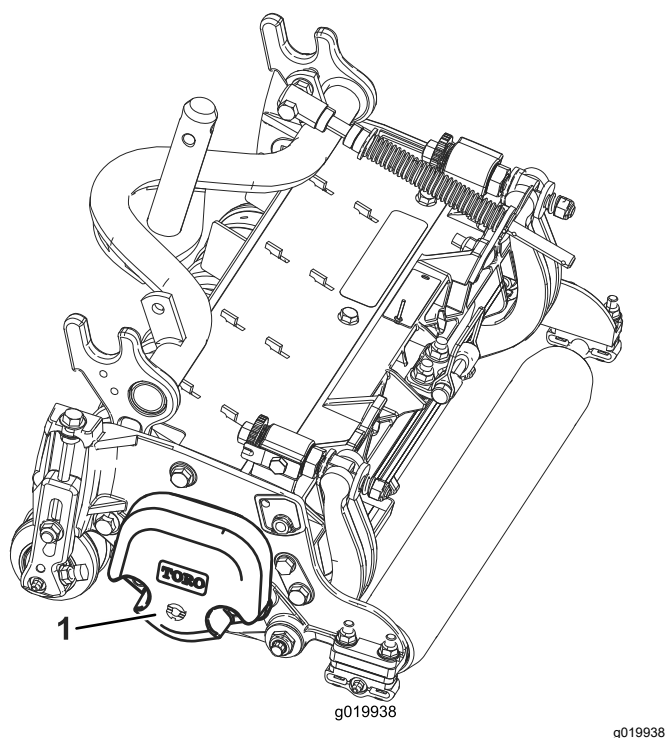

Рисунок 3
4. Убедитесь, что противовес (Рисунок 3) установлен с соответствующего конца режущего блока, как описано в Руководстве оператора.